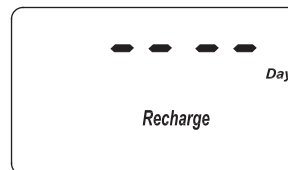

FIG. 29
1. Mantenga oprimido el botón PROGRAM (Programar) hasta que aparezca la pantalla que se indica en la Fig. 26. Cuando ello ocurra, oprima cuatro veces el botón PROGRAM (Programar) y aparecerá la pantalla que se indica en la Fig. 29.